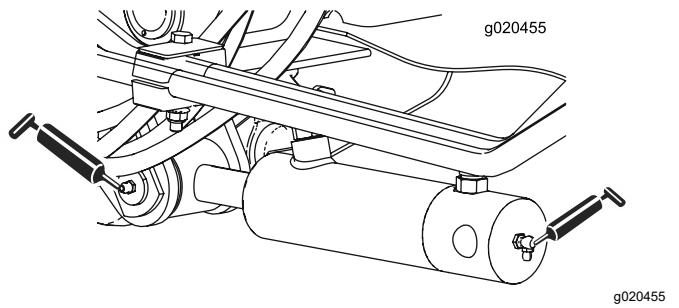

Bild 43
- Zwei (an jeder Seite) Hubarm-Zylinderbüchsen (Bild 43)